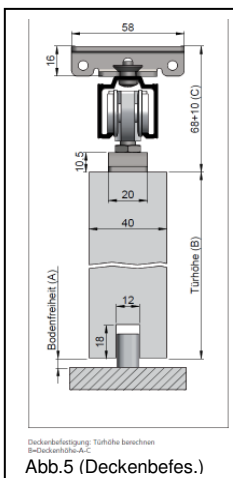
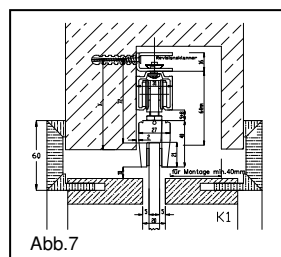

Abb.5 (Deckenbefes.)
Abb.7
4. Legen Sie die Schienenhöhe fest (Abb.5 oder 6). Die Befestigungshöhe richtet sich nach der gelieferten Türblatthöhe, Zargentyp- und Zargenhöhe und der Bodenluft ca.8mm. Auf einen ausreichenden Abstand X bei Sturzmontage (Abb.7 und 9) ist zu achten!